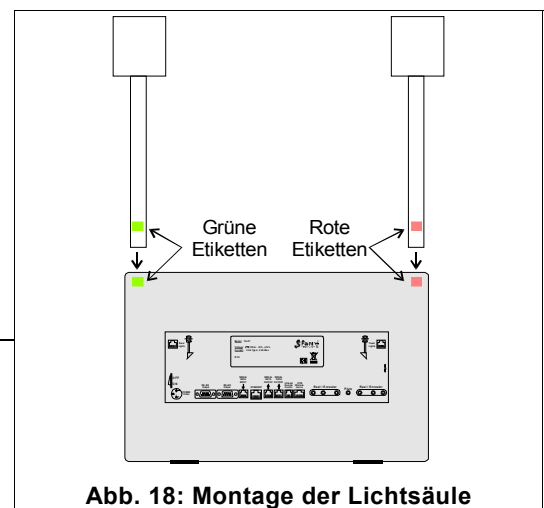

Abb. 18: Montage der Lichtsäule
- Stellen Sie die Farbe der beiden Lichtsäulen (Rot und Grün) fest, die durch das unten an der Halterungsstange jeder Lichtsäule angebrachte Etikett gekennzeichnet wird. Siehe Abb. 18.